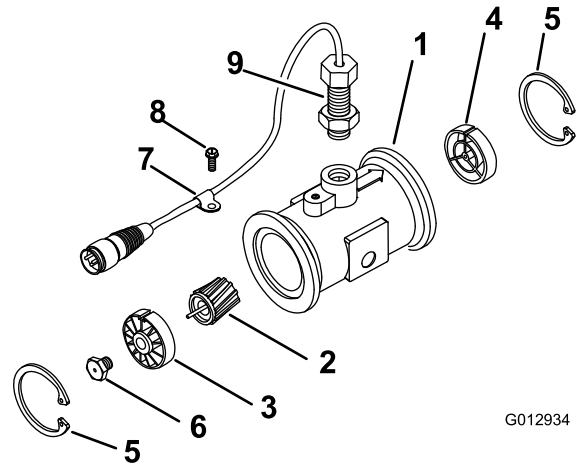

Figura 60
- Retire el anillo de sujeción del lado “aguas arriba” (Figura 60).